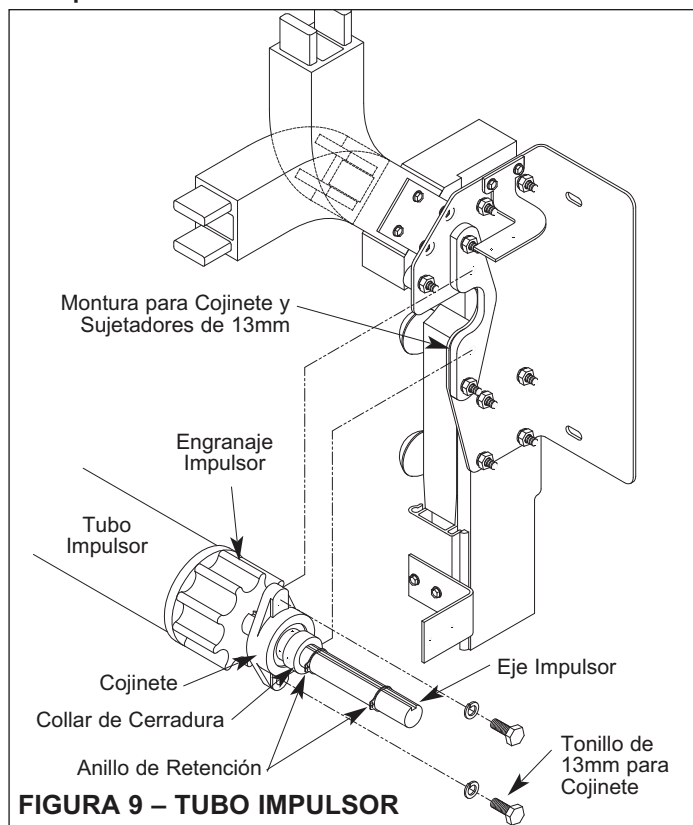

FIGURA 9 – TUBO IMPULSOR
2. Quitar los (4) pernos de 13mm y arandelas de las placas de montaje del cojinete del lado de accionamiento y del lado donde no hay motor.
3. Levantar el tubo de accionamiento a su lugar y asegurarlo por ambos lados en las placas de montaje con los (4) pernos de 13mm que fueron quitados anteriormente, Figura 9.